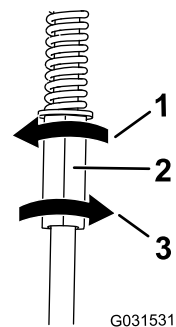

Figura 57
4. Rode a barra de controlo de elevação em incrementos de um quarto de volta até que máquina se desloque a direita (Figura 57).